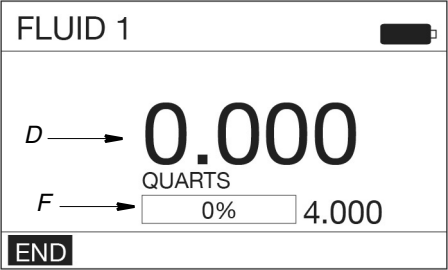

图 68
- 如果流量计识别了流体凭据，则在图 68 显示屏上显示分配屏幕。
分配期间，单词 END（结束）(图 68) 在分配屏幕的左下角高亮显示。分配期间中断注入：